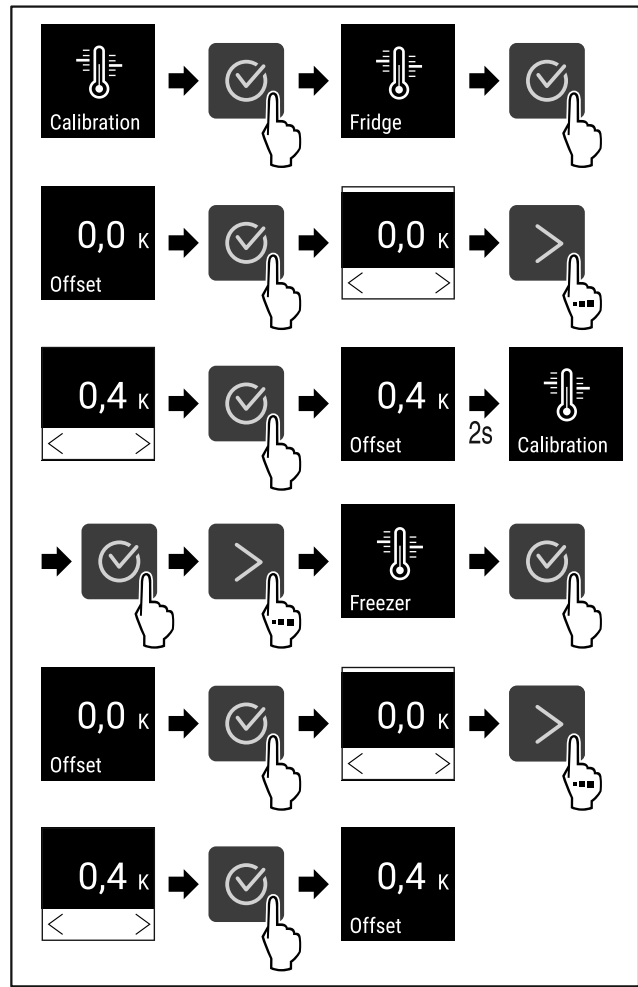

Fig. 124
- ▶ Провести етапи операцій (див. Fig. 124).